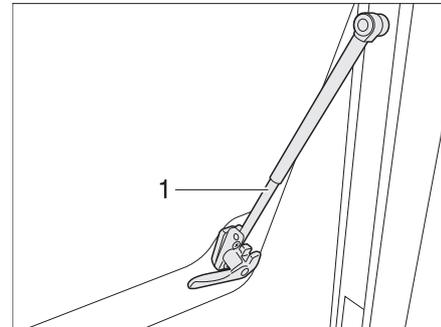

Bild 45 Ausstellfenster mit Automatik-Aussteller
- Ausstellfenster bis zur gewünschten Raststellung öffnen; Automatik-Aussteller (Bild 45,1) rastet selbstständig ein.